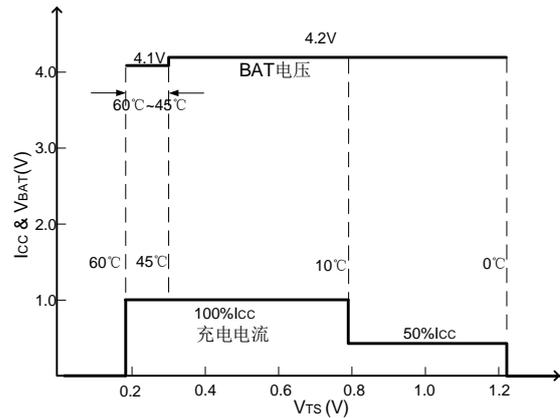

图 6-2 JEITA 功能
③JEITA 功能：设计规范如图 6-2 所示，IC 内部有 4 个温度阈值：0°C，10°C，45°C，60°C。